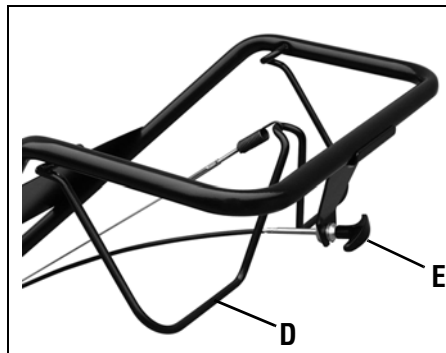

Figura 3-4: Todos los modelos tienen un gancho de embrague de marcha directa (E). Solamente el modelo 634A tiene control de
El gancho del embrague de marcha directa (D, Figura 3-4) controla el engranado de la marcha directa en las ruedas y dientes.
2. Levante y sostenga el gancho del embrague (D, Figura 3-4) contra la barra de control para arrancar las ruedas y los dientes rotando hacia adelante.
El control del embrague de marcha atrás (E, Figura 3-4) controla el engranado de la marcha atrás en las ruedas y dientes. **La función de marcha atrás se usa únicamente para maniobrar con la cultivadora – nunca engrane los dientes en el suelo cuando opera en marcha atrás.**
3. Levante la barra de control hasta que los dientes estén separados del suelo, mire hacia atrás para evitar cualquier obstáculo y luego jale de la perilla de control (E, Figura 3-4) hacia afuera. Las ruedas y los dientes rotarán en dirección inversa.